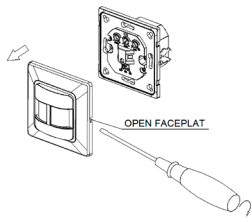

Abbildung 1
- Nehmen Sie den vorderen Sensordeckel ab, stellen Sie die Zeit und den LUX-Regulator ein (siehe Bild 1).